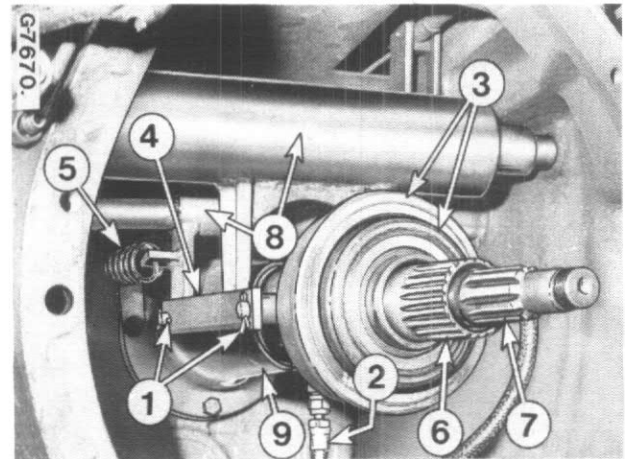

Figure 65 - Mécanisme de commande d'embrayage
Déposez les goupilles fendues (1, Fig.65) les biellettes (4) et le tuyau de graissage (2).